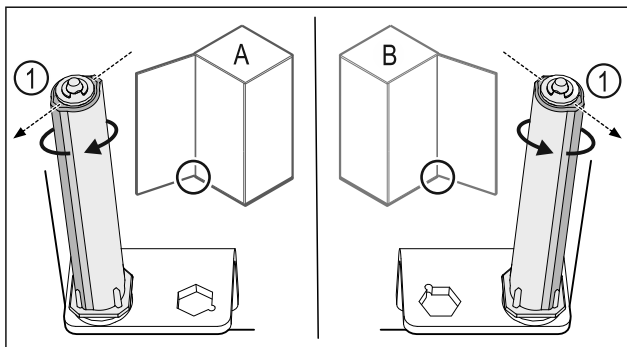

Fig. 35 Отваряне наляво (A) / отваряне надясно (B)
- ▶ Въртете затварящата система срещу съпротивлението, докато реброто на затварящата система Fig. 35 (1) сочи навън.